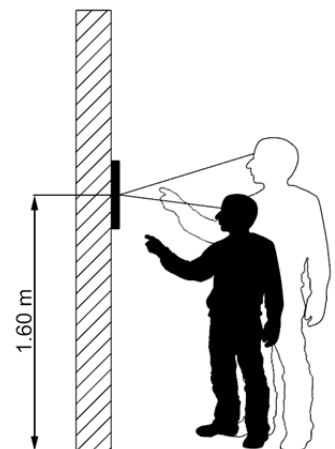

Abb. 1: Montagehöhe
- Für eine optimale Bedienung empfehlen wir eine Montagehöhe von 1,60 m (Geräte-Oberkante über dem Boden, siehe Abb. 1).